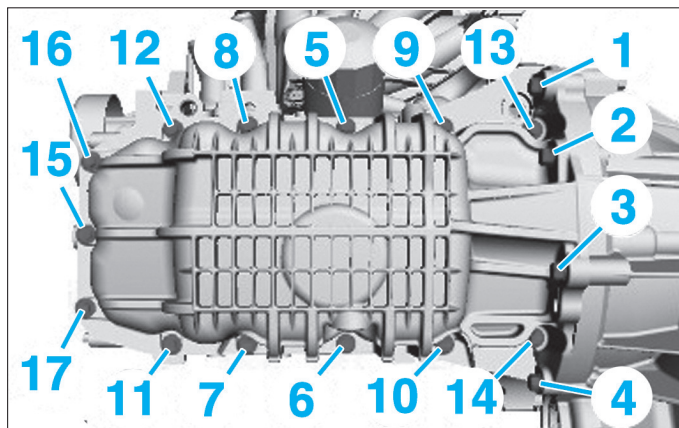

Fig. 20
- Serrer le carter d'huile dans l'ordre et au couple prescrit (Fig.20).